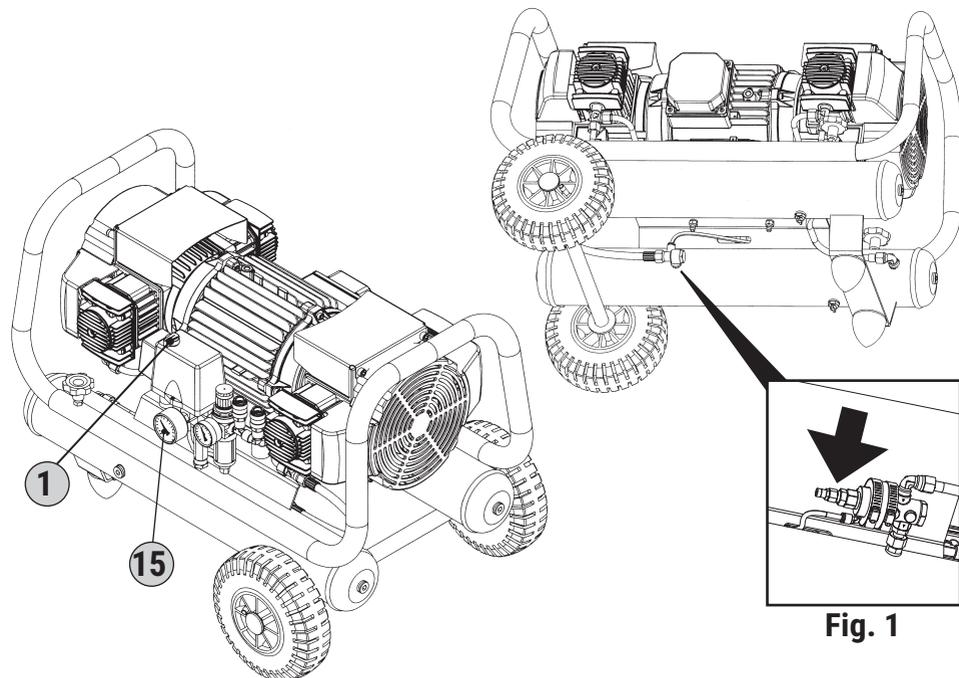

Fig. 1
- Il funzionamento del gruppo pompante avviene tramite un motore elettrico flangiato direttamente al motore che garantisce una pressione costante nel serbatoio, mantenendola tra il limite minimo e massimo di taratura regolata tramite la Valvola Pilota (pressioni preimpostate dalla fabbrica) (vedi Fig. 1: valvola pilota).